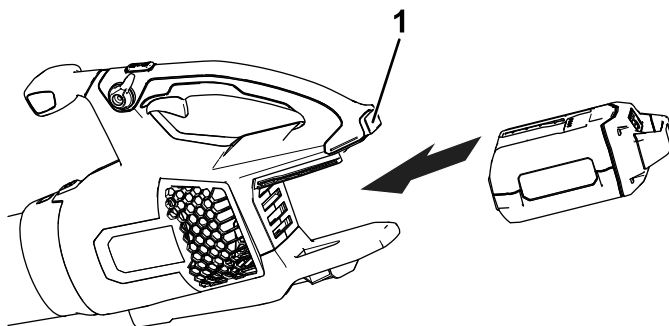

Figure 5
2. Alignez le creux de la batterie sur la languette du corps de la poignée (Figure 5).
3. Tenez la batterie par la poignée et poussez-la dans la poignée de l'outil jusqu'à ce que le verrou s'enclenche en position (Figure 5).